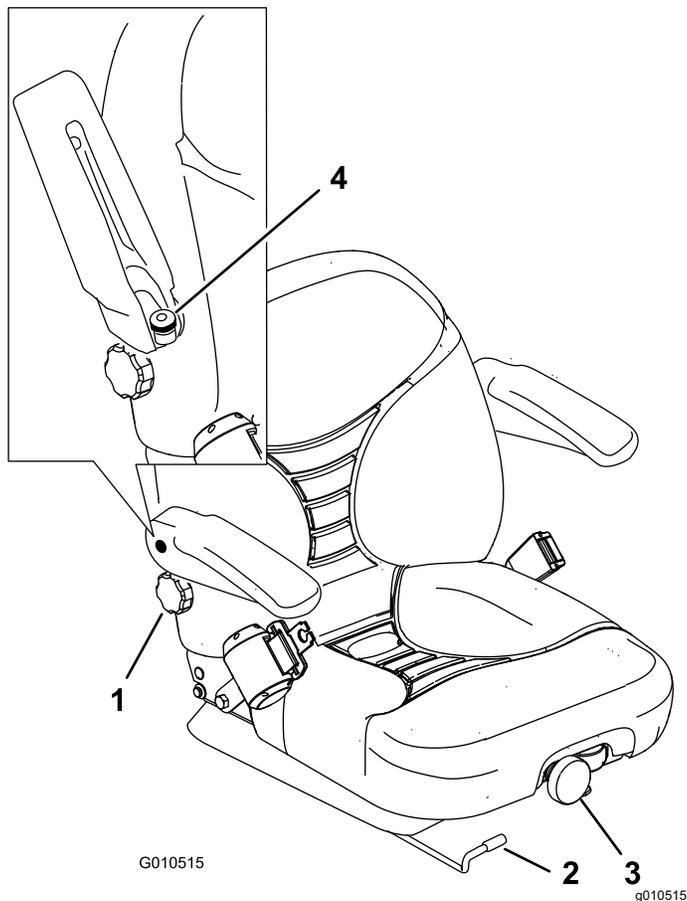

Bild 32
1. Schieben Sie den Hebel zur Seite, um den Sitz zu entriegeln (Bild 32).
Drehen Sie das Handrad zum Verstellen an der Vorderseite solange, bis der gewünschte Komfort erreicht ist (Bild 32).
Drehen Sie zum Verstellen das Handrad unter der rechten Armlehne solange in eine Richtung, bis der gewünschte Komfort erreicht ist (Bild 32).
Heben Sie die Armlehne an und drehen Sie das Handrad in eine Richtung, bis der gewünschte Komfort erreicht ist (Bild 32).